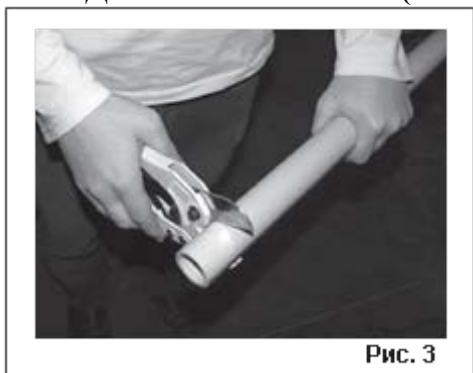

Рис. 3
- 8.4. Насадки необходимо устанавливать так, чтобы наружный диаметр насадки не выходил за поверхность нагревательного элемента. Насадки диаметром 40мм и более необходимо устанавливать на нагревательном элементе через отверстие (8).
9. ПОДГОТОВКА ТРУБЫ (Рис. 3)